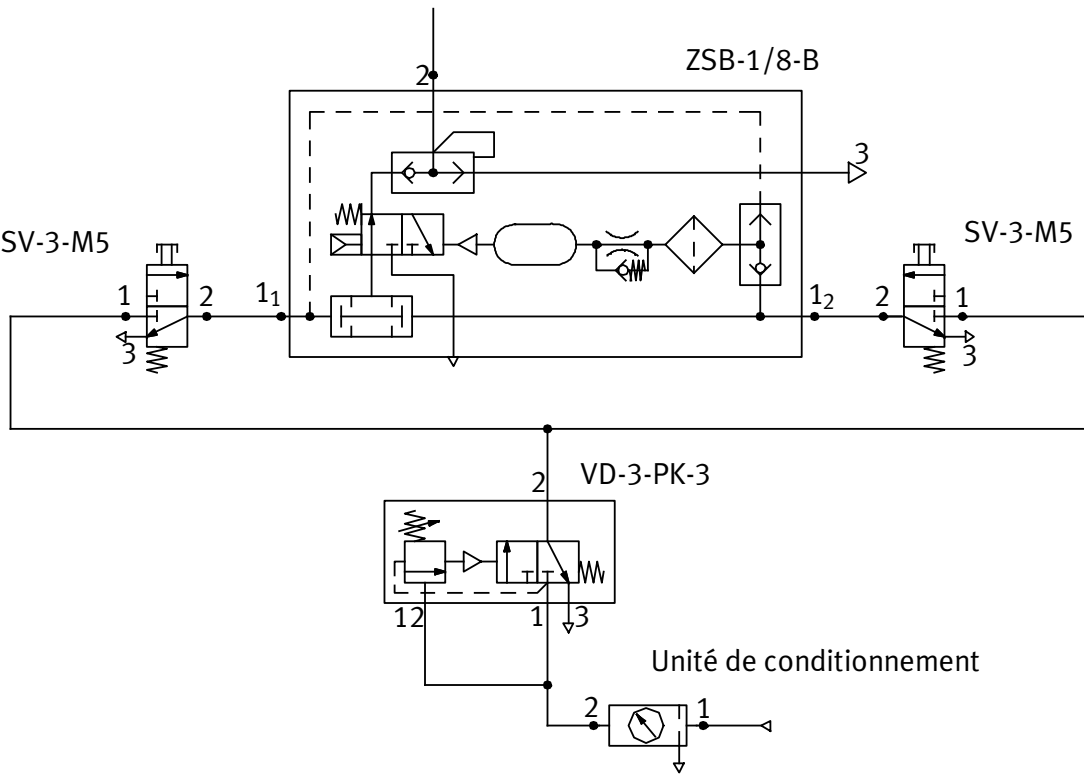

Fig. 2 Exemple pour un pilotage facile
- Pour le conditionnement de l'air comprimé, utiliser une unité de conditionnement des séries MS ou D de Festo (→ Fig. 2).
- Prendre des mesures appropriées afin de garantir la pression minimale nécessaire au fonctionnement de 4 bars. Utiliser par ex. un pressostat de type VD-3-PK-3 (→ Fig. 2).
3. Installer les distributeurs 3/2 à bouton-poussoir selon (→ Fig. 2).